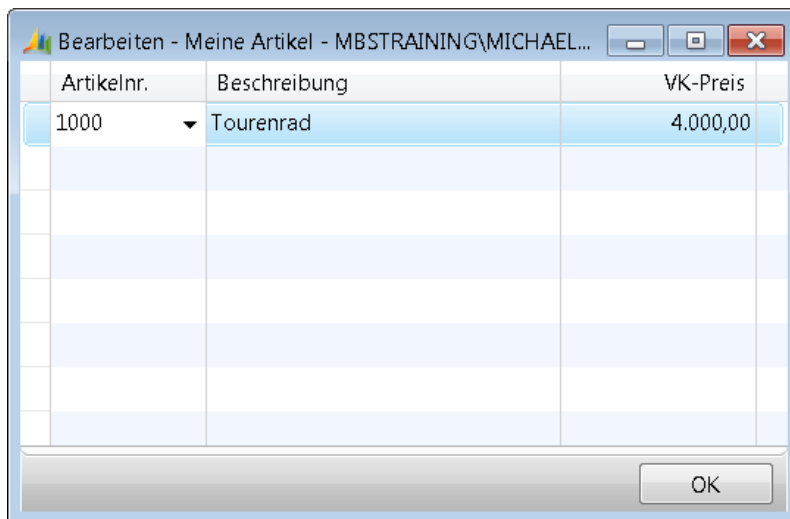

Abbildung 2.5 Verwaltung der eigenen Artikelliste
4. Im Verwaltungsfenster der Liste tragen Sie anschließend den Artikel »1000« in der ersten Zeile ein (siehe Abbildung 2.5).